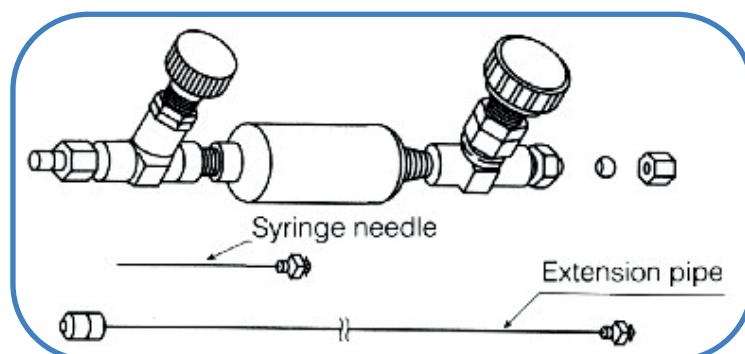

Figura 1: Muestreo del LPG para su análisis
- 1 Disponer el canister conteniendo el gas desde la parte inferior hacia arriba o en ángulo. Conectar un recipiente de muestreo de alta presión al canister con un adaptador apropiado (**Figura 1**)